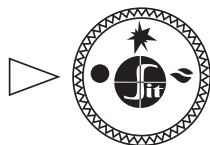

Рис. 9
- 7.2. В исходном (выключенном) положении ручка управления находится в положении «точка» (рис. 9). Пилотная и основные горелки погашены (подача газа к ним заблокирована).
- 7.5. **Выключение аппарата** производится путем поворота ручки в положение «точка» (рис. 9). При этом пилотная и основные горелки (если горят) погаснут.